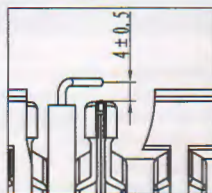

Рис.3
- 3) Снимите крышку корпуса уплотнения, проверьте, расстояние между воспламенителем и горелки если расстояние между воспламенителем и горелки больше чем нормы, отрегулировать ее до $4 \pm 0,5$ мм, а Рис.3.